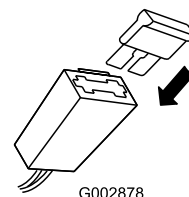

Figure 9
- Placez le fusible dans le porte-fusible (Figure 9).